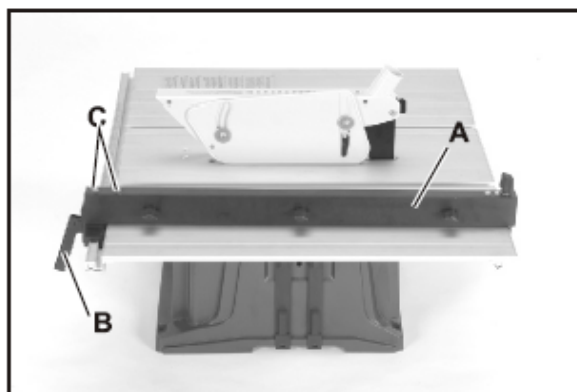

Fig 21.
1. Um den Längssägeschutz (A), Abb. 21, längs des Tisches zu schieben, ziehen Sie den Arretierhebel des Schutzes (B) hoch, schieben Sie den Schutz zur gewünschten Position auf dem Tisch und drücken Sie den Arretierhebel des Schutzes herunter, um den Schutz zu arretieren.
2. Es ist ein Zeiger vorhanden, der den Abstand vom Schutz zum Sägeblatt anzeigt. Muß der Zeiger eingestellt werden, lösen Sie die Schraube (C), Abb. 21, die den Zeiger an die Schutzhalterung befestigt und justieren Sie ihn wunschgemäß.